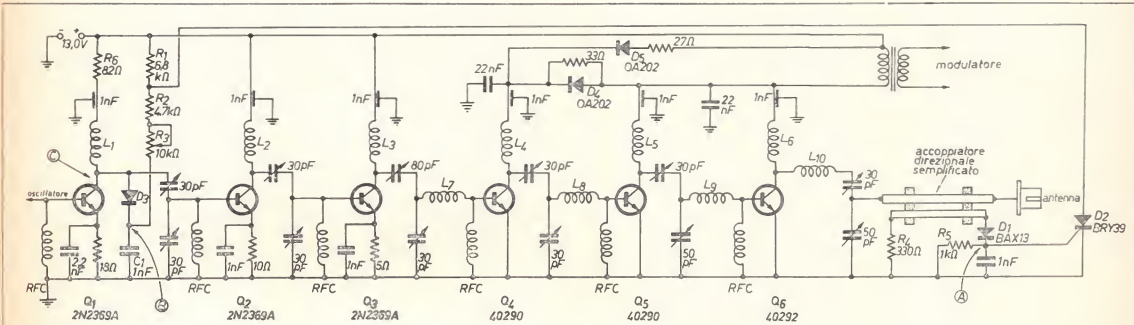

figura 8
In figura 8 è riportato lo schema di una parte di un TX in grado di erogare 5 W di potenza di uscita (in 2 metri) a cui è stato applicato il sistema di protezione suindicato, inviando il segnale di protezione al duplicatore.
Come si vede dalla figura 8 l'accoppiatore direzionale di tipo semplificato è stato inserito tra l'uscita del TX e la presa d'antenna.
1) In assenza di onda riflessa la tensione nel punto A (figura 8) è nulla rispetto a massa. Il diodo controllato BRY39 (D2) è perciò interdetto e D3 rimane polarizzato in senso inverso in quanto il punto B si trova a + 13 V mentre il punto C si trova a + 12 V a causa della caduta di tensione esistente ai capi di R3 (che alimenta il collettore del duplicatore (Q1)). Il diodo D3 si comporta pertanto come una resistenza di valore molto alto (superiore a 1 MΩ) e il segnale proveniente dal duplicatore può essere inviato agli stadi successivi.
2) In presenza di onda riflessa (causata da guasti o anomalie al sistema cavo coassiale/antenna) la tensione nel punto A (figura 8) è positiva rispetto a massa. Il diodo controllato D2 passa così in stato di conduzione. Per effetto di ciò il catodo di D3, mediante R2 e R3, viene cortocircuitato a massa. Anche il diodo D3 passa pertanto allo stato di conduzione essendo polarizzato in senso diretto (R2+R3 costituiscono la resistenza di carico).
Il sistema di protezione indicato in figura 8 ha come principali caratteristiche la rapidità d'intervento e l'irreversibilità. Cioè il suo intervento perdura anche al cessare della causa che l'ha prodotto. Il ripristino può essere fatto solo interrompendo la tensione di alimentazione.